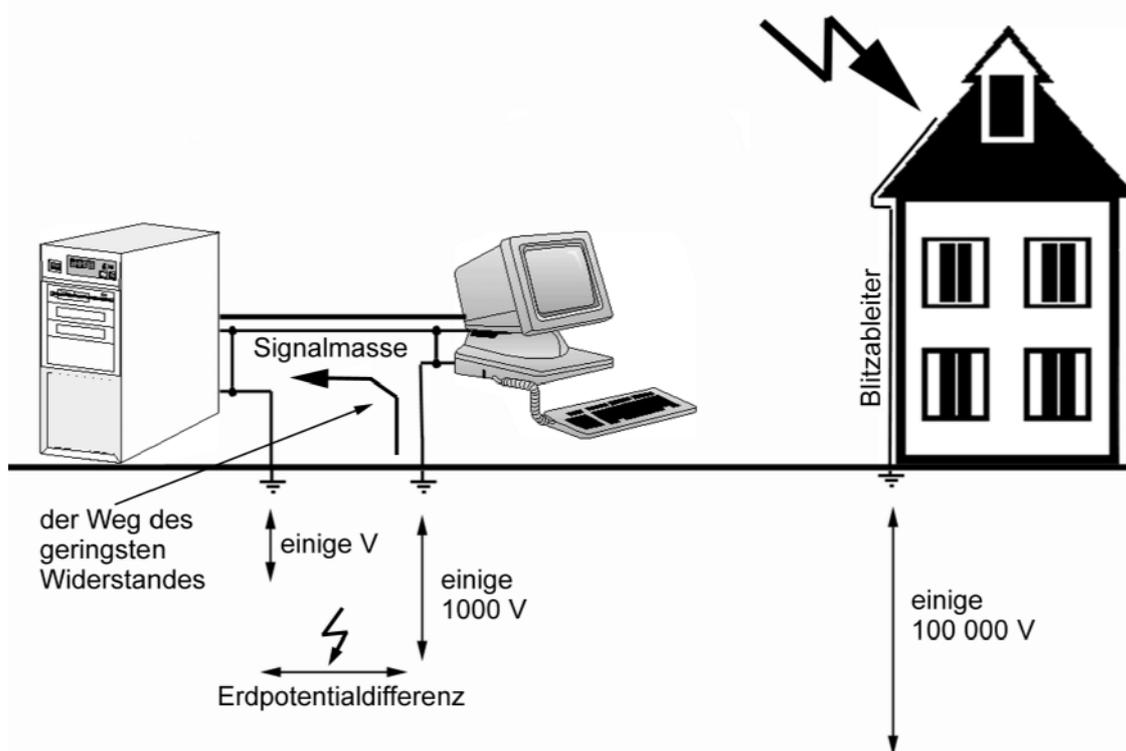

Abbildung 8.51 Anhebung des Erdpotentials durch Blitzschlag
- die Anhebung des Erdpotentials durch Blitzschlag (Abbildung 8.51),